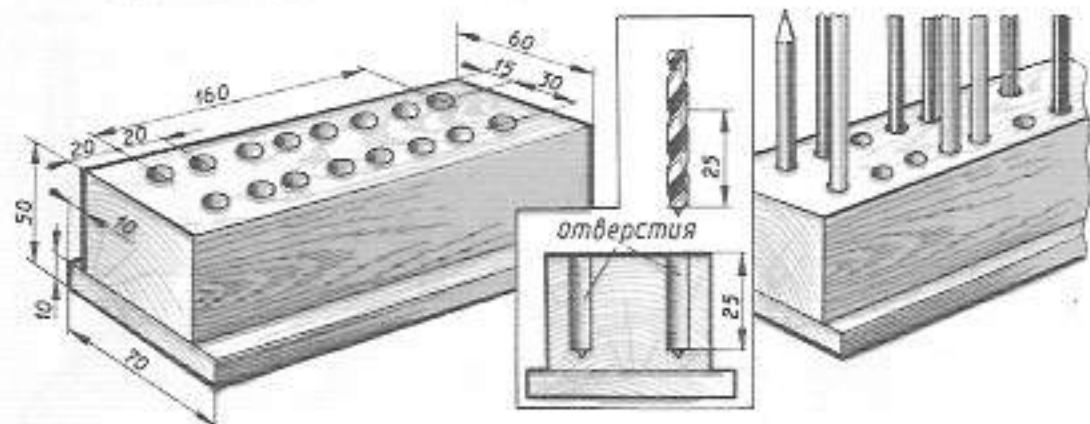
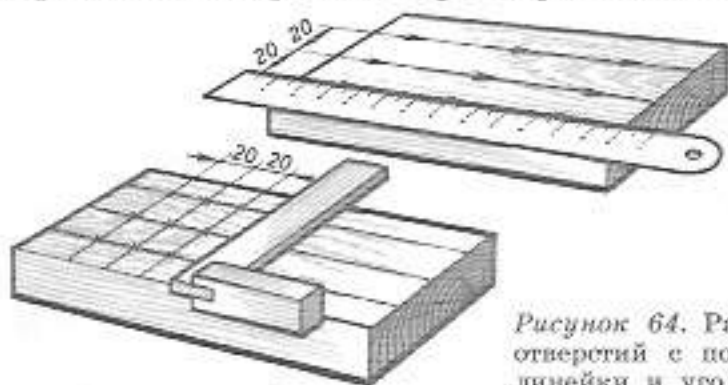

Рисунок 63. Подставка с двумя рядами несквозных отверстий.
Рисунок 64. Разметка отверстий с помощью линейки и угольника.
Иногда бывает необходимо просверлить два ряда отверстий (рисунок 63). Тогда разметку проводят с помощью линейки и угольника (рисунок 64). Сначала проводят две параллельные линии по длине детали (на нужном расстоянии друг от друга и от края бруска). На этих линиях
2. Изготовьте подставку с двумя рядами отверстий (смотри рисунок 63). Предварительно составьте план работы.